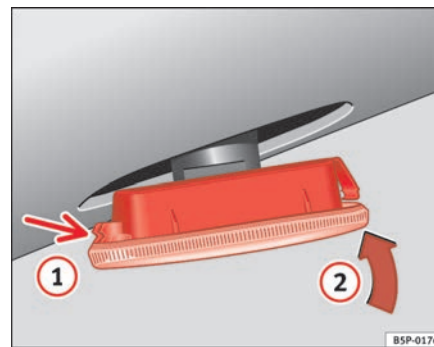

Fig. 196 Indicatori di direzioni laterali
- Prima collocare l'intermittente nel foro della carrozzeria, incastrando le linguette ⇒ pag. 272, fig. 196, freccia ①.
- Inserire la lampada come indicato dalla freccia ② ⇒ pag. 272, fig. 196. ■